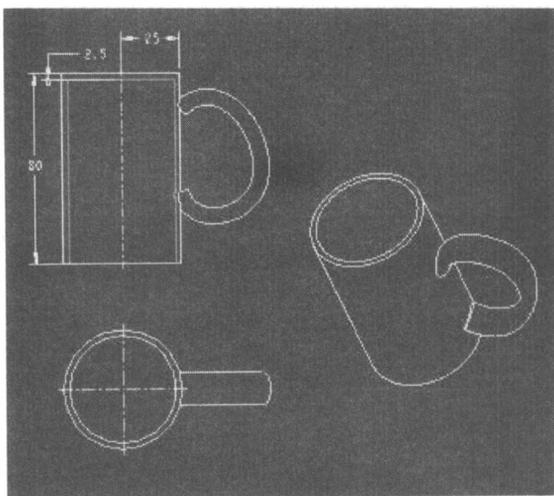

图 1-4
4. 用同样方法打开 L1 文件夹中的“cup.drw”文件，如图 1-4 所示。请记住它们的样子。